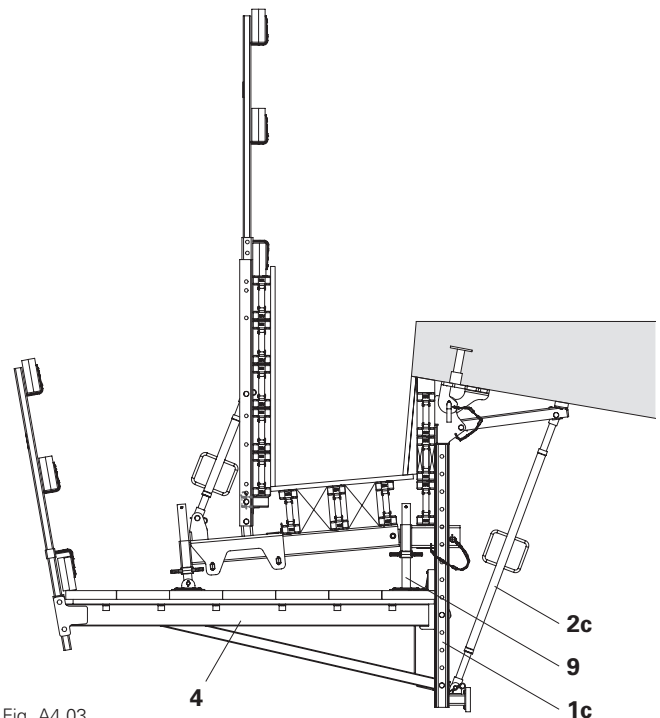

Fig. A4.03
- La trave a sbalzo piattaforma VGK 170 (**4**) viene fissata nei fori del montante mensola VGK 139 (**1c**) a seconda delle dimensioni del cordolo. (Fig. A4.03)